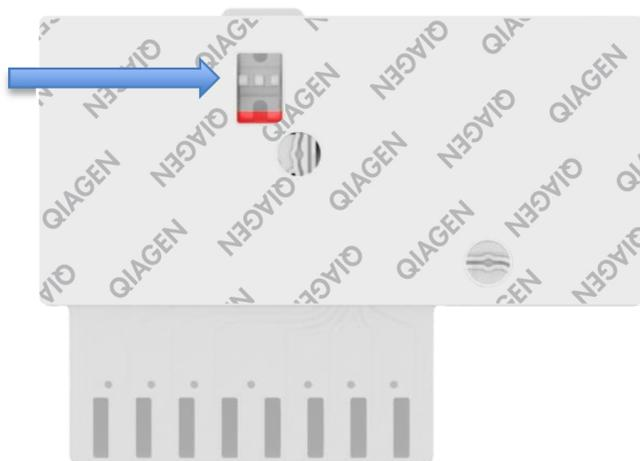

Figura 23. Finestra di ispezione del campione (freccia blu).
8. Verificare visivamente che il campione sia stato caricato controllando la finestra di ispezione del campione della QIAstat-Dx Respiratory SARS-CoV-2 Panel Cartridge (Figura 23).